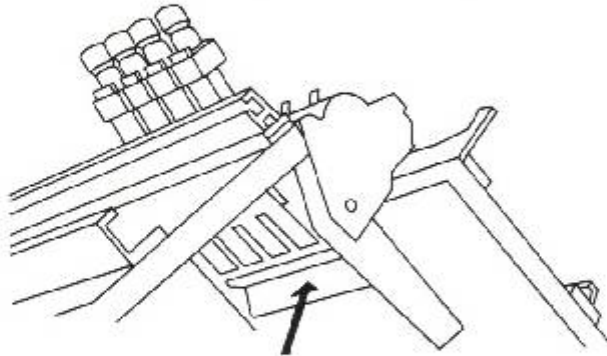

Fig. 3
La touche d'annulation (flèche Fig. 3) a été pressée.
Une fois le fil en place dans chaque bec fil, enfoncer la touche annulation (Fig. 3) et rebasculer les 4 becs fils en avant.
- Pousser la touche d'annulation (Fig. 3).
En cas d'erreur de manipulation et au cas où cela arriverait, appuyer sur la touche «annulation» (Fig. 3) et remettre à la main les 2 becs fils en position attente inclinés vers l'avant.